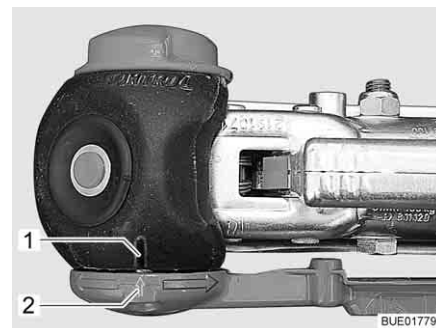

Fig. 4 Controllo "AKS chiuso"
- Premere verso il basso la leva di stabilizzazione finché il contrassegno riportato sulla leva (Fig. 4,2) e quello del relativo alloggiamento (Fig. 4,1) coincidono.